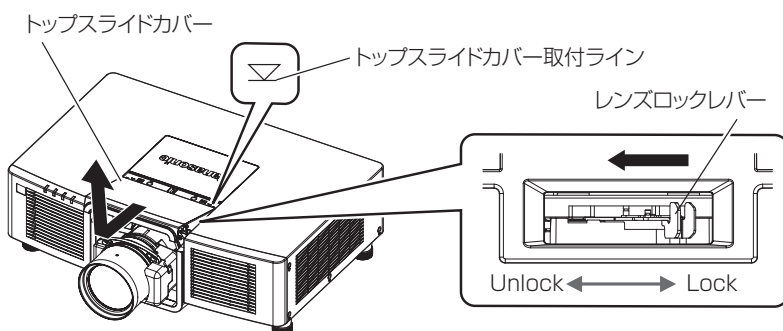
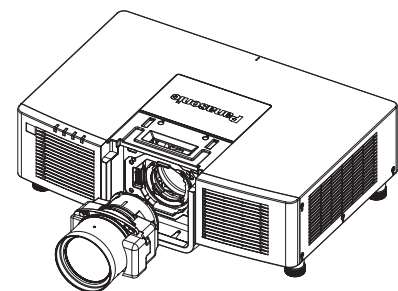

図3
図5
3) レンズロックレバーが Unlock 側の位置にあることを確認する (図 3)
- レンズロックレバーが Lock 側 (図 5) にある場合は、レンズロックレバーをつまんで Unlock 側 (図 3) に回してください。
5) 投写レンズを持ちながら、レンズロックレバーを Lock 側に回しきる (図 5)
2) トップスライドカバーを取り外す（図 3）
4) 投写レンズを取り外す（図 5）
5) トップスライドカバーを取り付ける（図 3）